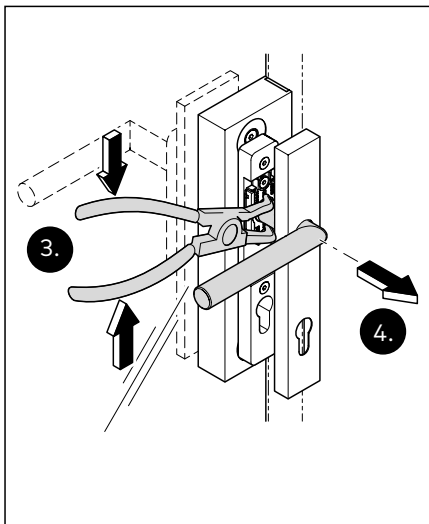

Abb. 39 Den Drücker von der Drückerrosette abziehen
4. Mit der Seegeringzange in die Drückerrosette greifen und den Seegering auseinander drücken (Abb. 39).